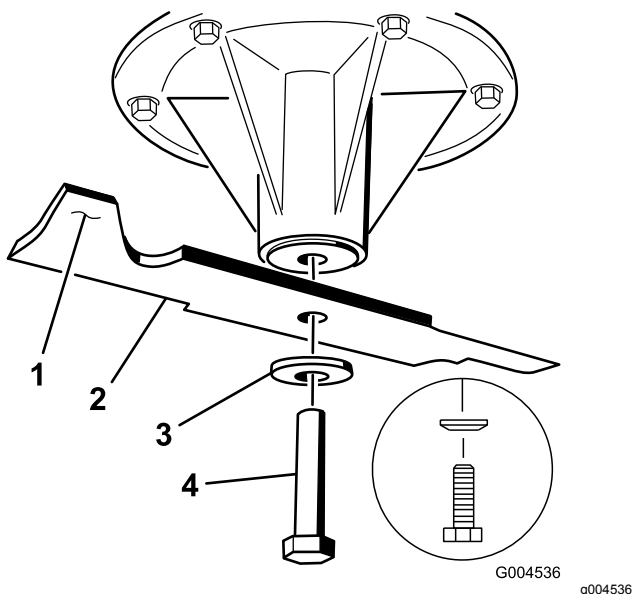

Figure 113
1. Placez la lame sur l'axe (Figure 113).
2. Installez la rondelle élastique et le boulon de la lame (Figure 113).
Remarque: Le cône de la rondelle élastique doit être dirigé vers la tête du boulon (Figure 113).